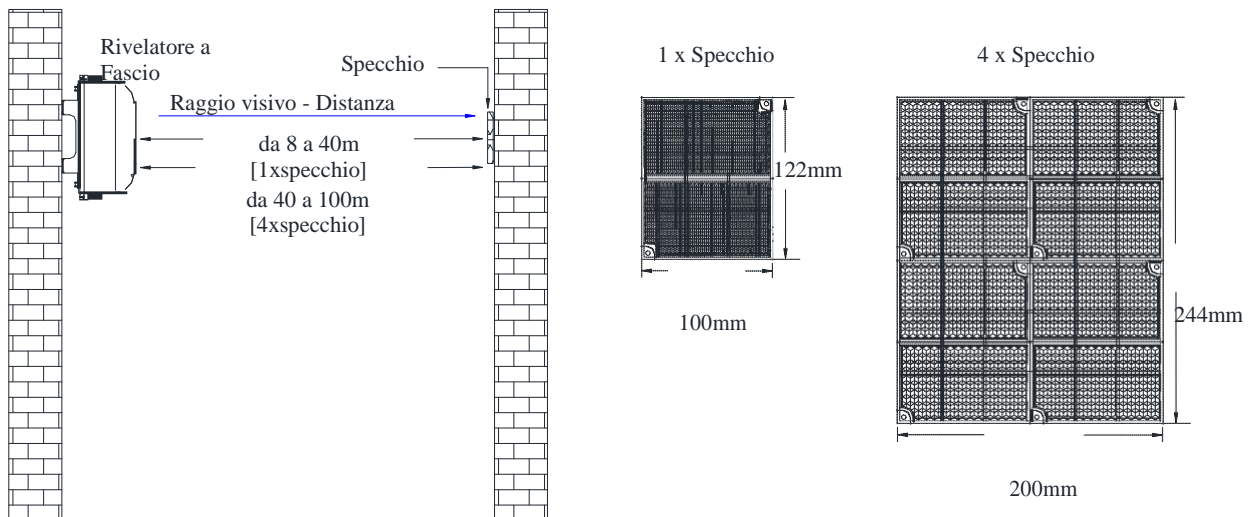

Figura 6: Montaggio dello specchio riflettente
1. A seconda delle esigenze del progetto, se la distanza tra il rivelatore e lo specchio riflettente è di 8-40 m, è sufficiente installare un riflettore; se la distanza è di 40-100 m, sono necessari quattro riflettori. Fare riferimento alla Figura 6
3. Fissare lo specchio riflettente utilizzando due viti standard ST4x30, nel caso di specchio a singola unità, eseguire gli stessi passaggi per gli altri specchi, se necessario. Fare riferimento alla Figura 6